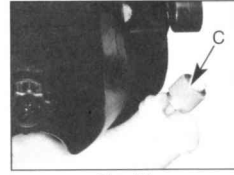

Fig. 24
2. Retirez le filtre à essence (C) dans un mouvement de torsion (Fig. 24).
3. Remplacez le filtre à essence (Fig. 24).